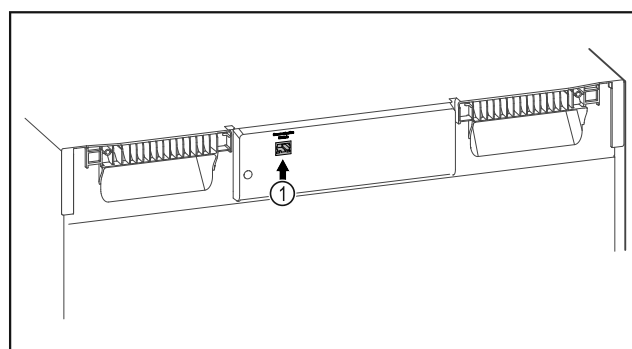

Fig. 77
- SmartModule Fig. 77 (1) ist eingesetzt.